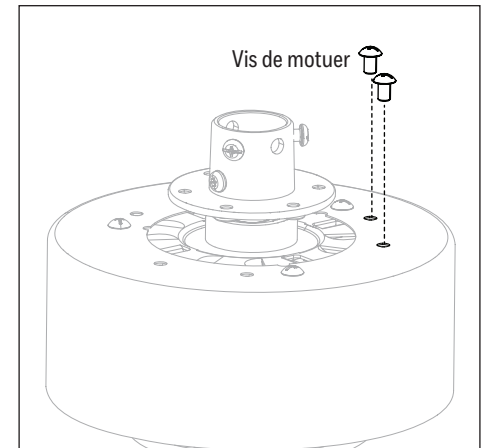

Figure 2.3
3. Retirez les 6 vis cruciformes de moteur de la partie supérieure de l'ensemble de moteur et conservez-les pour assembler les supports de pale (Figure 2.3).